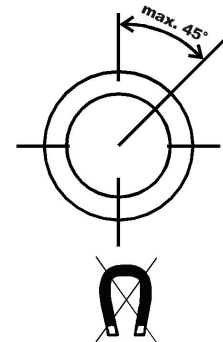

Abb. 1
- ☞ Die Schalter dürfen Sie nur senkrecht stehend einbauen, Abweichung max. 45° (Abb. 1).